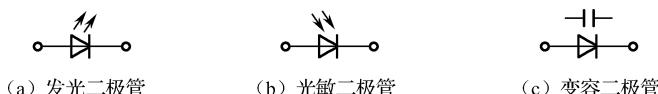

图 1-20 发光二极管、光敏二极管和变容二极管的电路符号
发光二极管 (Light Emitting Diode, LED) 是一种光发射器件，能把电能直接转化成光能，它是由镓 (Ga)、砷 (As)、磷 (P) 等元素的化合物制成的。由这些材料构成的 PN 结加上正向电压时，就会发出光来，光的颜色主要取决于制造所用的材料，如砷化镓发出红色光、磷化镓发出绿色光等。目前市场上发光二极管的颜色有红、橙、黄、绿、蓝五种，其外形有圆形、长方形等。图 1-20 (a) 所示为发光二极管的电路符号。
光敏二极管是利用半导体的光敏特性制造的光接收器件，即把光信号转化为电信号的一种器件，也叫作光电二极管。图 1-20 (b) 所示为光敏二极管的电路符号。
变容二极管是利用 PN 结的电容效应工作的，它工作于反向偏置状态，它的电容量与反偏电压大小有关。改变变容二极管的直流反偏电压，就可以改变其电容量。图 1-20 (c) 所示为变容二极管的电路符号。